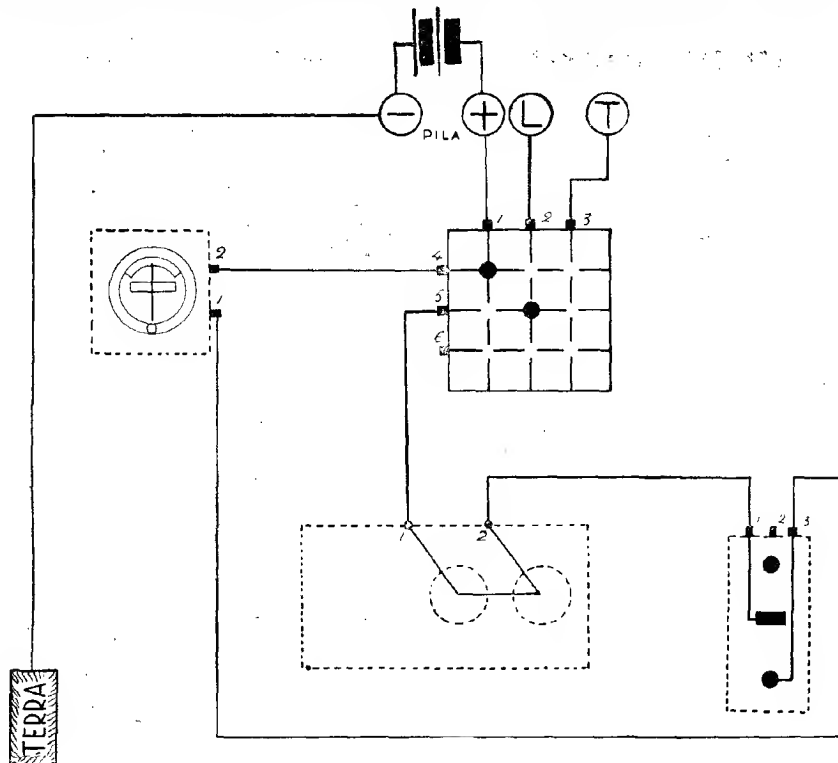

Fig. 43 — Ufficio Estremo a Corrente Continua (con Pila)
- 1°) Estremo con Pila (Fig. 43 e Fig. 46